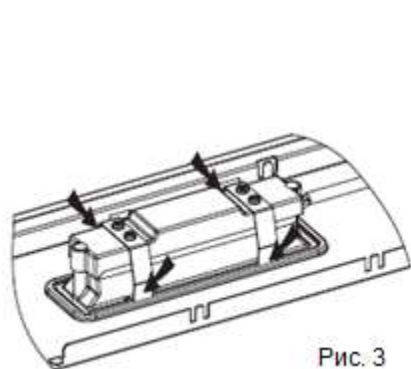
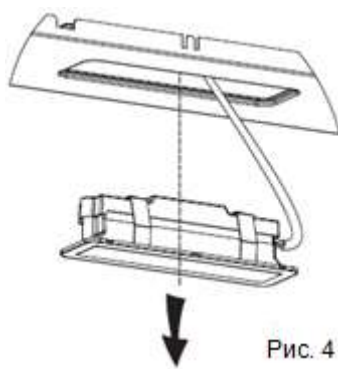

Рис. 3
Рис. 4
5. Установите обратный клапан. Установите соединительный канал. С помощью хомута закрепите соединительный воздухопровод на обратном клапане. См. рис. 3.
6. Установите кронштейн внешнего короба на свое место, убедитесь, что воздухопровод может свободно изгибаться внутри. См. рис. 4.
- Способ 1. Вручную или с помощью инструмента отожмите ушки с обеих сторон блока подсветки, пока блок не отожднется наружу. См. рис. 3. Затем слегка вытащите провод. См. рис. 4.
Способ 2. Подденьте плоской отверткой блок подсветки, см. рис. 5, затем слегка вытащите провод, см. рис. 4.